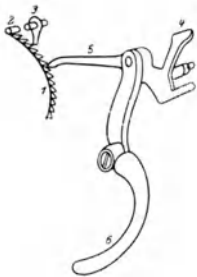

Abb. 8. Zeilenschaltvorrichtung.
h) Die Zeilenschaltvorrichtung. Die Zeilenschaltvorrichtung (Abb. 8) befindet sich am Wagen rechts oder links in der Nähe des Walzenknopfes und besteht aus dem gezahnten Zeilenschaltrad mit der Walzenbremse und deren Auslösehebel, aus dem Zeilensteller, dem Schaltradbewegungshebel und dem Zeilenschalthhebel. Das Zeilenschaltrad ist mit der Walze fest verbunden, so daß sich diese dreht, wenn jene bewegt wird, und umgekehrt. Eine Zahnweite entspricht dem einfachen, zwei Zahnweiten entsprechen dem doppelten und drei Zahnweiten dem dreifachen Zeilenabstande. — Die federnde Walzenbremse (Sperrrolle) greift in einen Zahnzwischenraum des Schaltrades ein und hält es fest. Durch